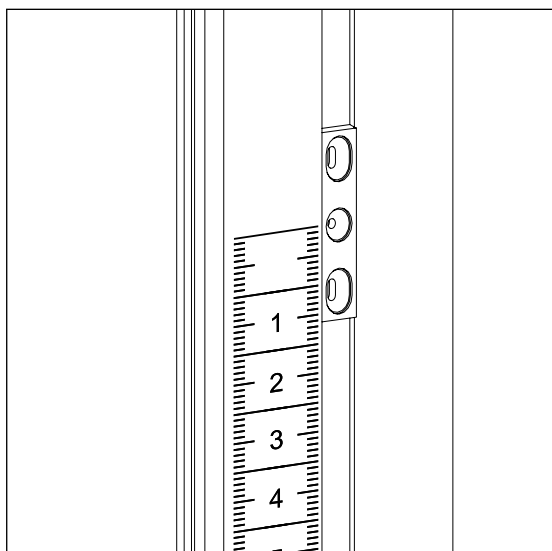
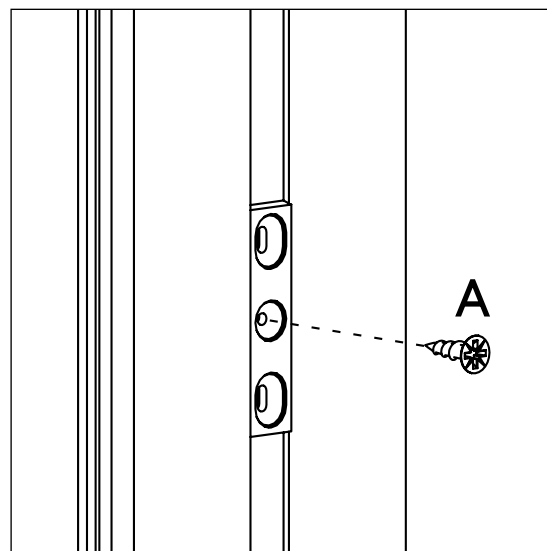

РИС. 5
РИС. 6
Установите монтажные планки SPC-03 в левом и правом основном профиле SPC-08 Рис. 5 на необходимой высоте и закрепите их саморезами (A) 3x9 в центральное отверстие Рис. 6.